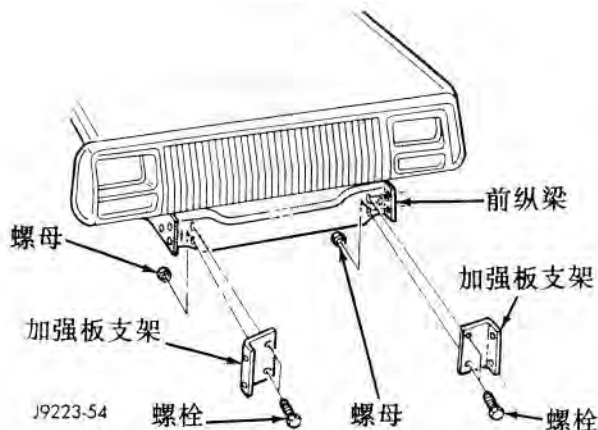

图 11 加强板支架
(14) 如果需要, 亦应从前纵梁上将横梁加强板支架拆下 (图 11)。
(1) 如果已拆下横梁加强板支架, 请将其安装到前纵梁上 (图 11)。以 56 牛·米 (41 磅英尺) 的拧紧扭矩将固定螺钉拧紧。
(2) 将保险杠安装支架和保险杠垂直挡块